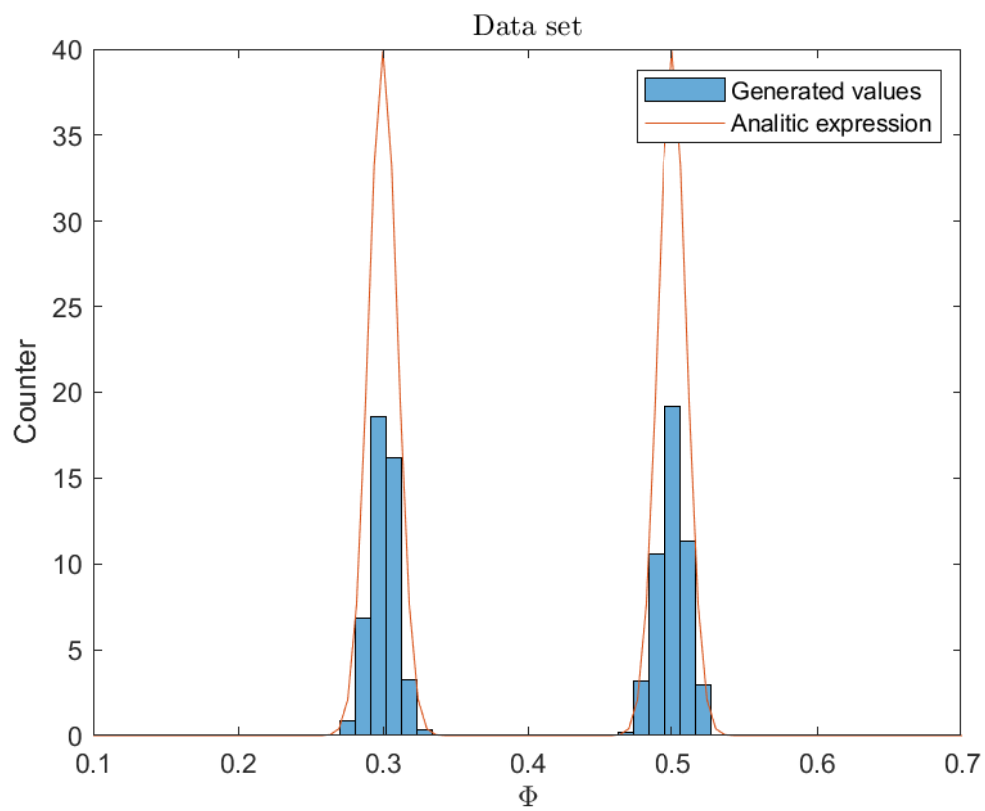

Figure 5.1
- 1 parameter (Figure 5.1, 5.2, 5.3, 5.4)